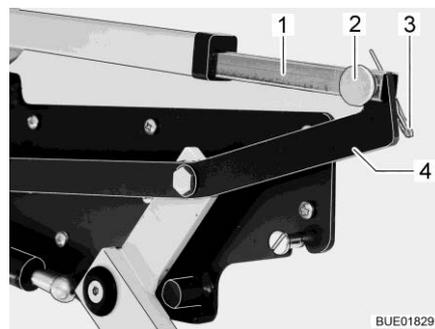

Fig. 124 Accionamiento para cama elevada
- Separar la unión entre la barra de empuje (Fig. 124,1) y la palanca (Fig. 124,4). Para ello, extraer la clavija hendida (Fig. 124,3) y el pasador (Fig. 124,2).